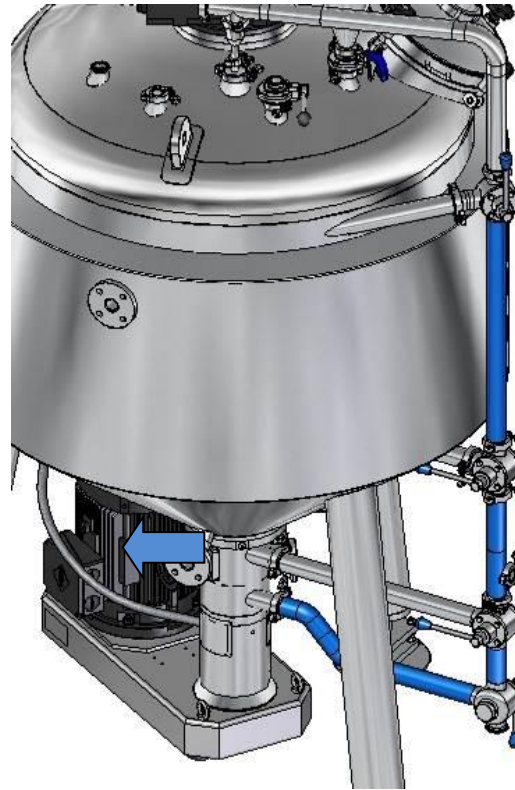

Fig 6.1. Circulación con cizallamiento superior
- Circulación con cizalla superior (Fig. 6.1)